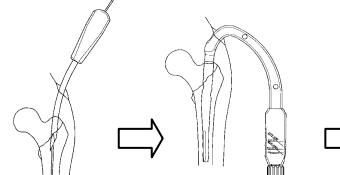

図 2
- 2) ターゲットデバイスにネイルを接続し、髄腔へ挿入します。（図 2）